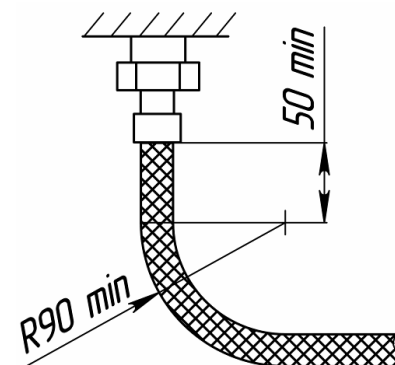

Рисунок 7. Требования к мон-
- установку шланга с изгибом вблизи наконечников. Длина участка шланга у заделки, который не должен подвергаться изгибу, должна быть не менее 50 мм. Минимально допустимый радиус изгиба шланга, измеряемый по внешней образующей, должен составлять 90 мм (рис. 7).